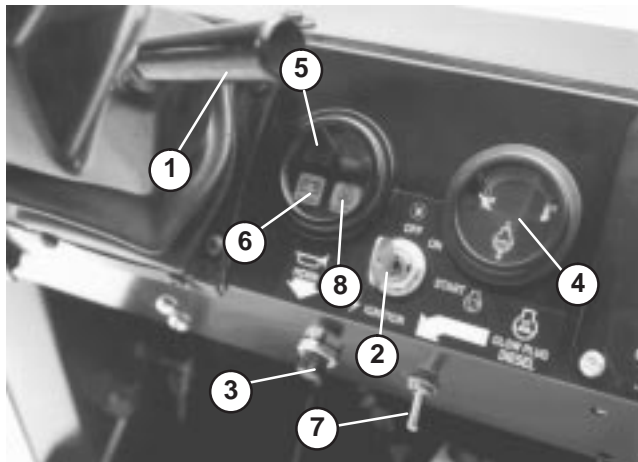

Bild 22
Hebel an der rechten Seite des Armaturenbretts, mit dem Sie die Lenkradhöhe auf den Fahrer einstellen können (Bild 22).
Ein Drücken aktiviert die Hupe (Bild 22).
Registriert die Kühlmitteltemperatur im Motor. Funktioniert nur bei eingeschaltetem Zündschloss (Bild 22).
Die Lampe leuchtet auf (Bild 22), wenn der Motoröl Druck bei laufendem Motor unter ein sicheres Niveau abfällt. Wenn die Lampe an- und ausgeht oder immer aufleuchtet, halten Sie das Fahrzeug an, stellen Sie den Motor ab und prüfen Sie den Ölstand. Wenn der Ölstand niedrig war, die Lampe nach dem Auffüllen von Öl jedoch beim Starten des Motors nicht ausgeht, stellen Sie den Motor sofort ab und wenden Sie sich an den lokalen TORO Fachhändler.
Vorwärmen der Motorzylinder vor dem Anlassen eines kalten Motors. Die Zylinder werden automatisch beim Anlassen eines warmen Motors vorgewärmt. Wenn der Motor kalt ist, schieben Sie den Hebel nach oben und lassen Sie ihn in dieser Stellung. Achten Sie auf die Lampe (Bild 22). Die Lampe leuchtet gelb auf, wenn die Glühkerzen aktiviert sind. Die für das Vorheizen der Zylinder benötigte Zeit sollte aus den Umgebungstemperaturen ermittelt werden. Siehe „Anlassen des Motors“.
Mit dem Zündschloss (Bild 22) wird der Motor angelassen und abgestellt. Das Schloss hat drei Stellungen: OFF, ON/Preheat und START. Drehen Sie den Zündschlüssel im Uhrzeigersinn auf die START-Stellung, um den Anlasser zu aktivieren. Lassen Sie den Schlüssel los, wenn der Motor startet. Der Schlüssel geht von selbst auf die ON-Stellung zurück. Drehen Sie den Schlüssel entgegen dem Uhrzeigersinn in die OFF-Stellung, wenn Sie den Motor abstellen möchten.
Diese Lampe leuchtet auf, wenn die Batterie entladen ist. Wenn die Lampe beim Einsatz des Fahrzeugs aufleuchtet, stoppen Sie das Fahrzeug und stellen Sie den Motor ab. Prüfen Sie mögliche Ursachen, wie z. B. Lichtmaschinenriemen (Bild 22).
5. Schieben Sie bei Temperaturen unter 15 °C den Glühkerzenschalter nach oben auf die ON-Stellung (Bild 22) und halten Sie den Schalter für die angemessene Dauer gedrückt.